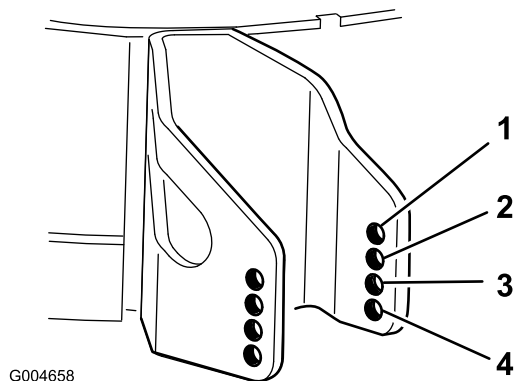

図 19
- 設定した刈高に一番近い数値の穴を、芝削り防止ローラの取り付け穴とする(図 19)。